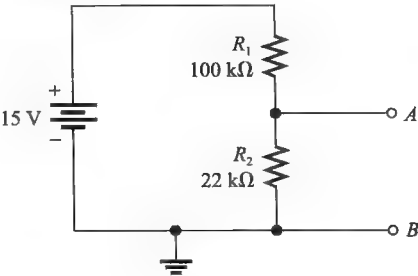

图 6-82
27. 从 A、B 端观察，将图 6-82 所示的电路简化为戴维南等效。
30. 在图 6-82 的 A、B 端接负载电阻，试确定传输最大功率给负载时的负载电阻值。